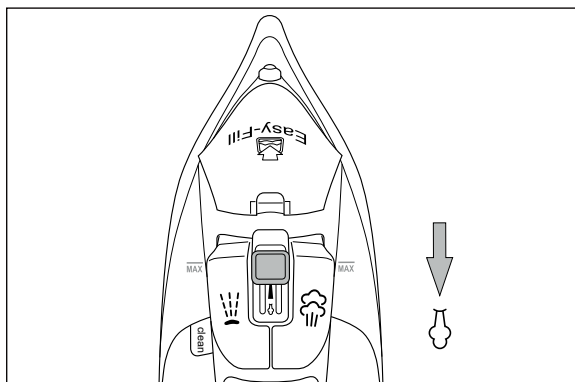

Fig. 1
- 3) Desplace el regulador de vapor **3** totalmente hacia abajo hasta alcanzar la posición  (más vapor) (consulte la fig. 1).